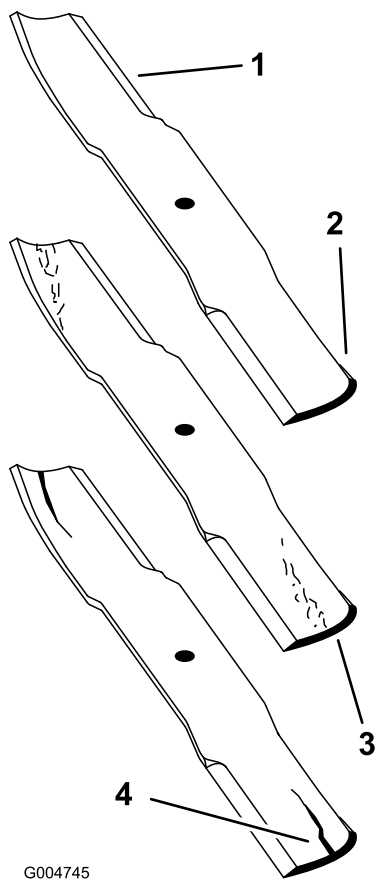

Figura 67
1. Inspeccione los filos de corte (Figura 67). Si los bordes no están afilados o tienen muescas, retire las cuchillas y afílelas. Consulte Afilado de las cuchillas.
2. Inspeccione las cuchillas, especialmente la parte curva (Figura 67). Si observa fisuras, desgaste o la formación de una ranura en esta zona (elemento 3 en la Figura 67), instale de inmediato una cuchilla nueva.